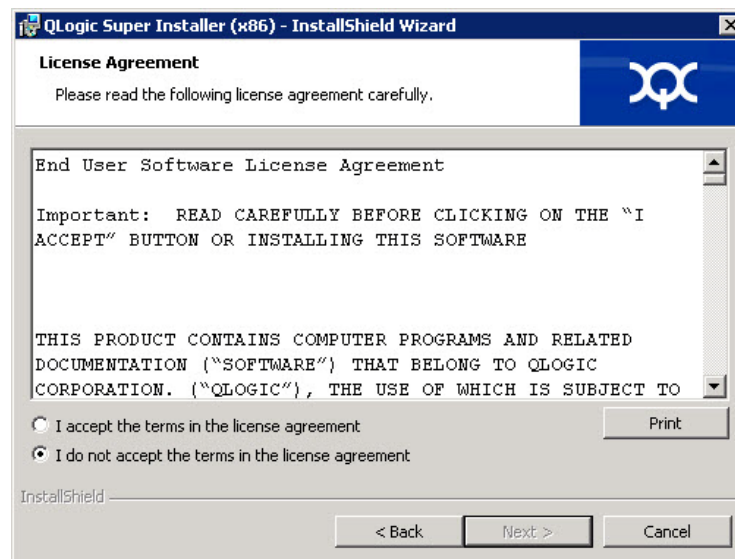

Figure 2-3. Assistant QLogic InstallShield : Fenêtre de contrat de licence
4. Dans la fenêtre de contrat de licence de l'Assistant (Figure 2-3) :